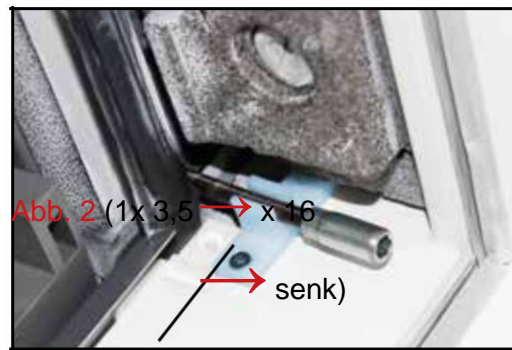

Abb. 2 (1x 3,5 x 16
2. Wellenführung innen, von innen gesehen rechts oben im Rahmen (Senkschrauben: 1x 3,5 x 16 mm) montieren, siehe Abb. 2 (Rahmenteil) Anschlag an Rahmenecke und Rahmenerhöhung mit Bohrung: siehe Pfeile.